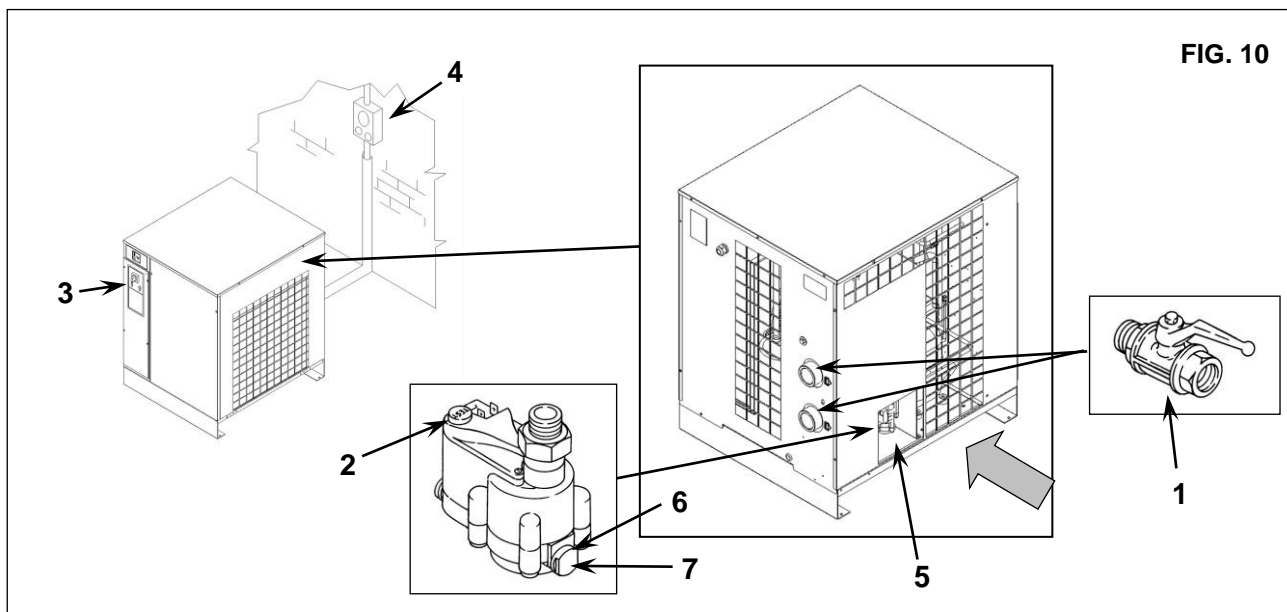

FIG. 10
15.2 CURĂȚAREA FILTRULUI DE EVACUARE AUTOMATĂ A CONDENSULUI (fig. 10)
- Închideți robinetul ref.1 fig. 10
- Eliberați presiunea din uscător prin apăsarea butonului de evacuare a condensului, "TEST", poziționat pe capcana de abur Ref. 2 fig. 10
- Opriți utilajul. - Rotiți comutatorul în poziția STOP ref. 3 fig. 10
- Deschideți întrerupătorul automat diferențial de alimentare ref. 4 fig. 10
15.3 CURĂȚAREA CONDENSATORULUI (fig. 10)
- Pentru a utiliza gaura ref. 5 fig. 10
- Curățați aripioarele condensatorului ref. 1 cu aer comprimat (fig. 10) **NU UTILIZAȚI APĂ SAU SOLVENȚI**
- Închideți panourile, ref.5 fig. 10